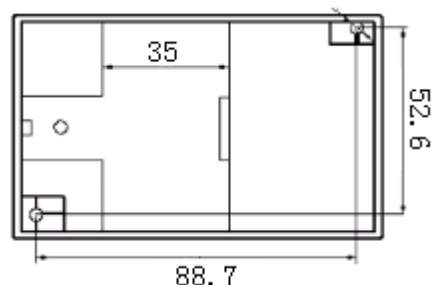

图 3、SK 外形安装尺寸
产品采用 DIN35 导轨式安装或螺钉固定安装,其安装尺寸如图 3 所示(单位 mm)。
- ①把变送器固定卡槽一侧勾在安装导轨上;
- ②向下牵动弹簧销;
- ③使变送器卡口套在安装导轨上;
- ④松开弹簧销,变送器卡在安装导轨上。
- ①按图 3 所示的螺孔位置在固定板上打直径为 3mm 孔;
- ②使用 $\Phi 3$ 的螺钉插入孔中固定。